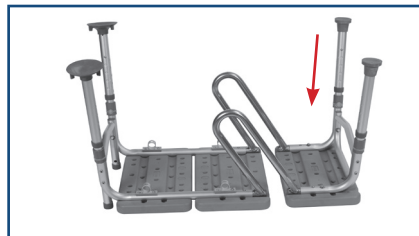

figure 4
6. Enfoncez le bouton à ressort et insérez la patte munie d'un embout de caoutchouc (marquée d'un «B») dans le réceptacle correspondant, aussi marqué d'un «B». Répétez cette opération avec la seconde patte. (Figure 4)